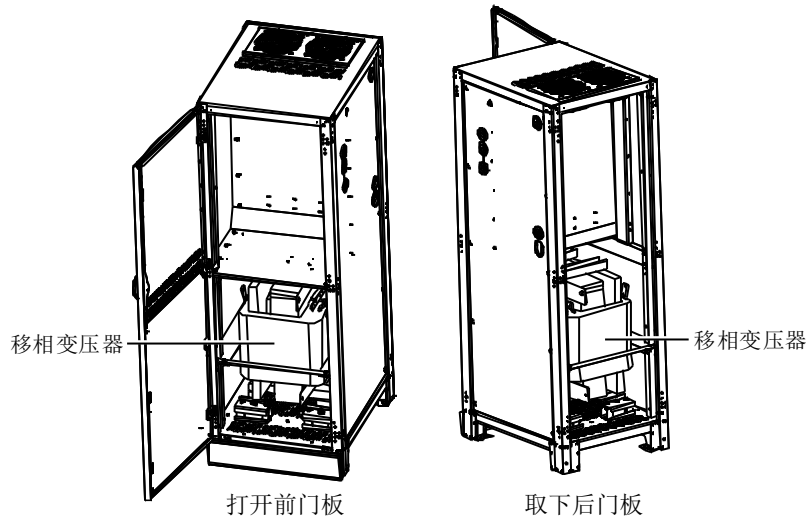

图9 打开前门并取下后门板
1. 打开边柜前门并取下边柜后门板，露出移相变压器，如图 9 所示。注意保留拆下的螺钉。